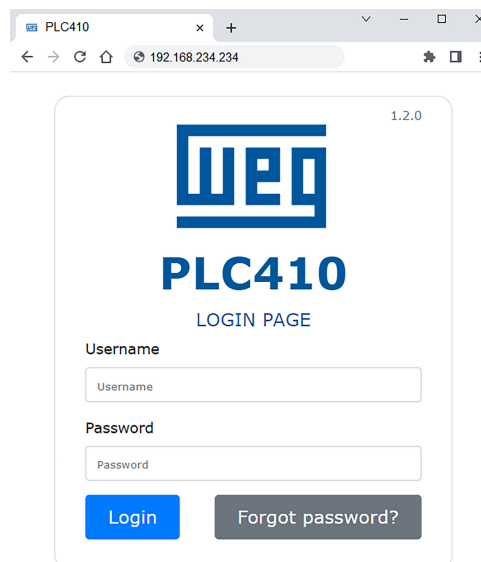

Figura 15.1: Webpage del PLC410
- 3) Abra un navegador web y digite la respectiva IP de la conexión. La página web del PLC410 será abierta conforme la Figura 15.1 de la página 15-1, y mostrará la pantalla de login del producto. Para el primer acceso utilice "weg" para Username y "weg" para Password.